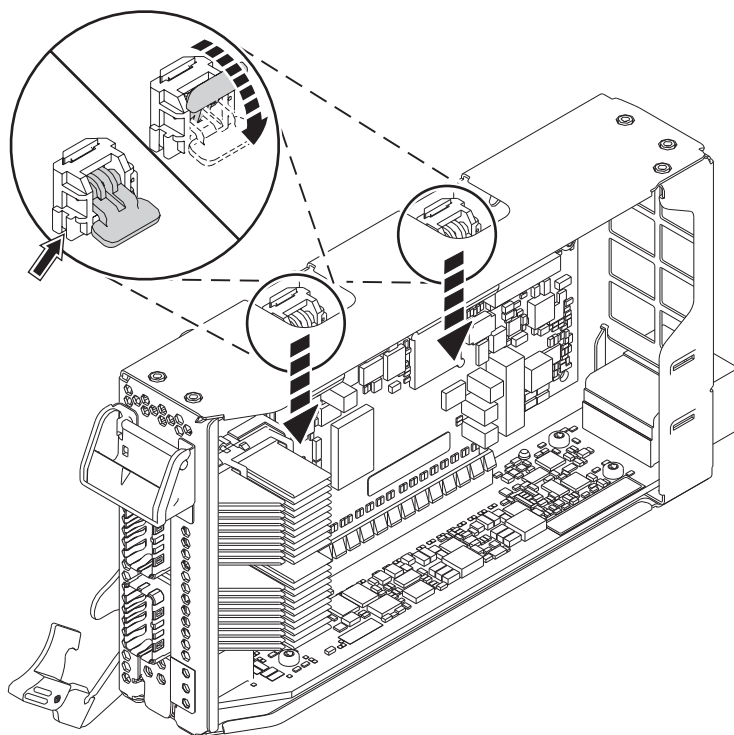

Figura 19. Bloqueig dels trinquets del casset
- d. Feu girar els trinquets del casset que es troben a l'extrem superior del casset perquè quedin fixats al seu lloc. Consulteu Figura 19.